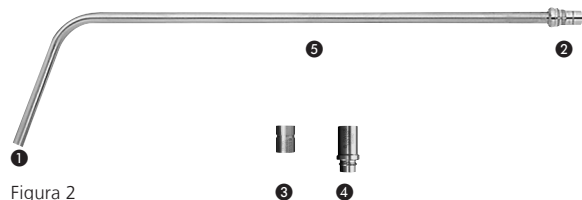

Figura 2
- Limpe a sujidade das superfícies óticas (ver figura 2, ❶ e ❷) com algodão embebido em álcool (etanol a 70%) ou um detergente neutro.
- Limpe a sujidade das superfícies óticas (ver figura 2, ❶ e ❷) com algodão embebido em álcool (etanol a 70%) ou um agente de limpeza neutro.
- ❶ Saída de luz
- ❷ Ligação do cabo de luz Norma ACM
- ❸ Adaptador para Wolf
- ❹ Adaptador para Storz
- ❺ Área de fixação do grampo SynFrame (387.347) e suporte para óticas (387.365)
O grampo SynFrame para anéis de retenção (387.347) e o suporte para óticas (387.365), utilizados para ligar a barra transmissora de luz ao anel de retenção SynFrame (387.336) e o meio anel SynFrame (387.337), podem ser fixados à barra transmissora de luz SynFrame a todo o comprimento do seu eixo (ver figura 2, ❺).